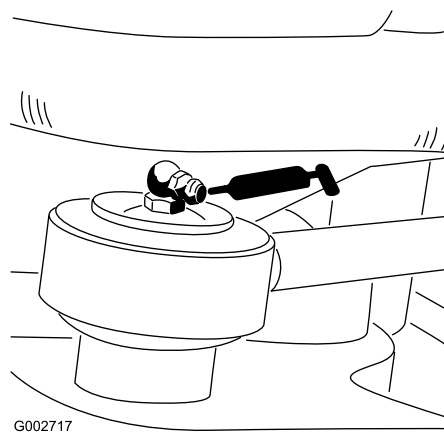

図 26
- ステアリングシリンダのロッド端部1ヶ所モデル 08705 のみ 図 26